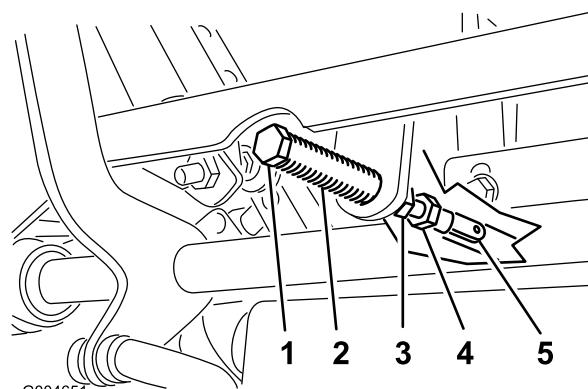

Figura 65
5. Tire hacia atrás de la palanca hasta que el pasador (en el brazo situado encima del eje pivotante) entre en contacto con el extremo de la ranura (empezando justo a tensar el resorte) (Figura 65).
7. Si es necesario un ajuste, afloje la tuerca y la contratuerca contra la horquilla (Figura 65).
8. Aplique una ligera presión hacia atrás en la palanca de control de movimiento, y gire la cabeza del perno de ajuste en el sentido apropiado hasta que la palanca de control esté centrada en posición de bloqueo/punto muerto (Figura 65).
9. Apriete la tuerca y la contratuerca (Figura 65).
10. Apriete las contratuercas de las articulaciones esféricas (Figura 65).